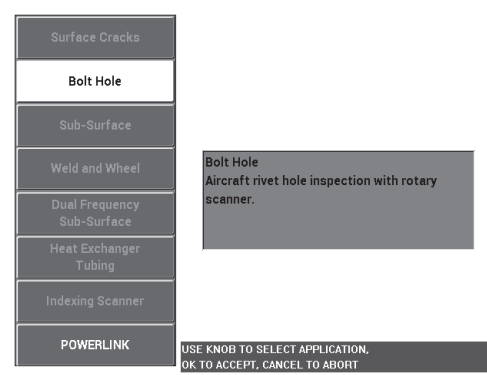

Abbildung 5-11 Anwendung Nietlöcher
- Mit einer älteren Softwareversion drücken Sie einmal die Menütaste ADV SETUP (➔ ) und drücken dann die Funktionstaste A, um **ANW WÄHLEN** auszuwählen und das Anwendungsmenü anzuzeigen. Wählen Sie mit dem Drehknopf **Nietlöcher** aus und drücken Sie die Bestätigungstaste (✓) [siehe Abbildung 5-11 auf Seite 1439].